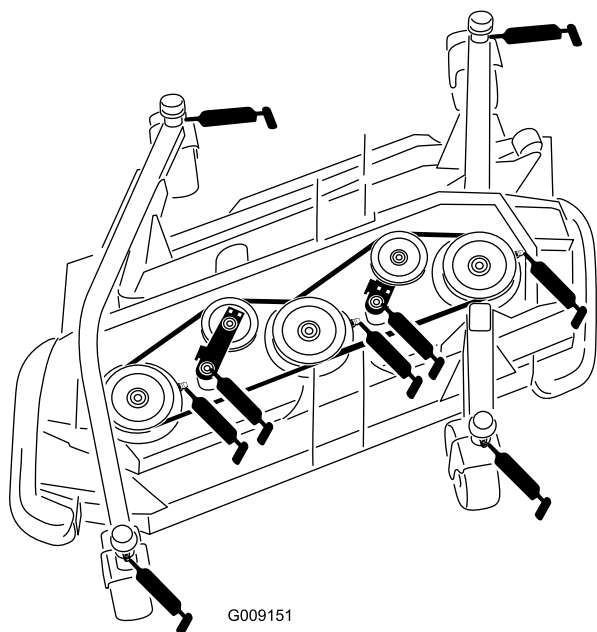

図 55
- ・ キャスタフォークのシャフトのブッシュ (4ヶ所) (図 55)
- ・ スピンドルシャフトのベアリング (各3ヶ所 ; スピンドルハウジングにある) (図 55)
- ・ アイドラアームのピボットのブッシュ (2ヶ所 ; アイドラピボットのシャフトにある) (図 55)